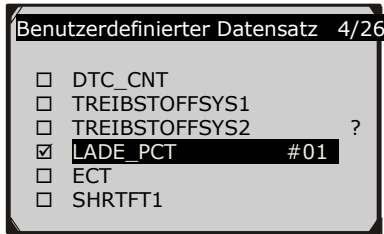

Abbildung 5.17
- 3) Benutzen Sie die **RECHTS** Taste um Datenparameter auszuwählen/aufzuheben. Ausgewählte Parameter sind mit ausgefüllten Quadraten markiert. Drücken Sie die **OK** Taste zur Bestätigung. (Abbildung 5.17)